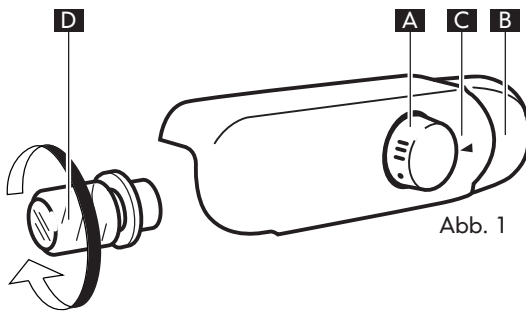

Abb. 1
- Bei einem mit einem Thermostaten ausgerüsteten Kühlraum wird die Temperatur beider Räume mit dem Thermostatknopf geregelt (siehe Abb. 1). Durch Positionieren des Knopfes auf ● wird das gesamte Gerät ausgeschaltet.
- Bei Geräten, die zusätzlich zum internen Thermostaten auch mit einer externen Bedienleiste mit Einstellknopf versehen sind, werden die Temperaturen beider Räume separat eingestellt. Mit dem Thermostatknopf im Kühlraum wird nur die Temperatur des Kühlraums eingestellt (siehe Abb. 1), während an der externen Bedienleiste die Temperatur des Gefrierraums eingestellt wird.